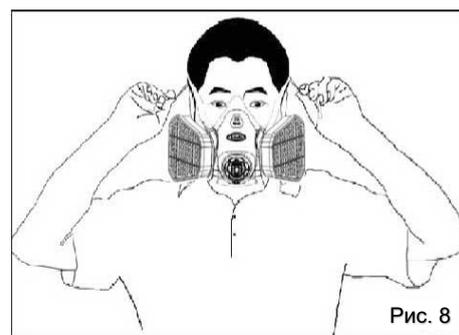

Рис. 8
2. Наденьте нижний ремешок на заднюю часть шеи и сцепите концы друг с другом. Зажмите концы ремешка для регулировки натяжения (Рис. 8).